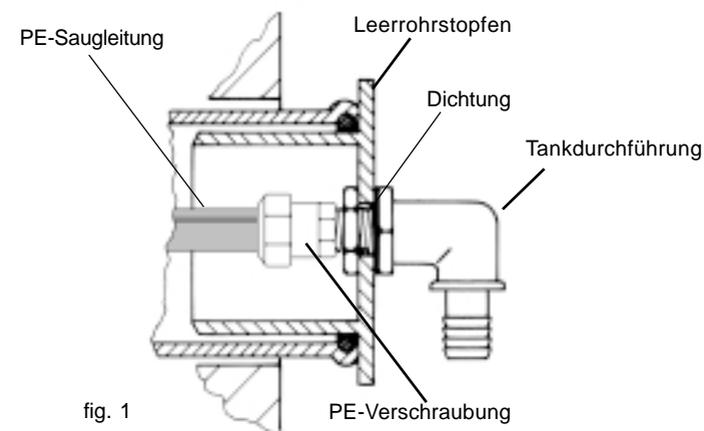

fig. 1
- Connectez le bouchon du tuyau vide à l'aide du joint et de l'écrou, hermétiquement et fermement à la traversée de cuve, cf. figure 1.
- Insérez le raccord de cuve avec le bouchon du passe-parois et la conduite d'aspiration en PE dans le manchon correspondant du passe-parois, cf. figure 1.